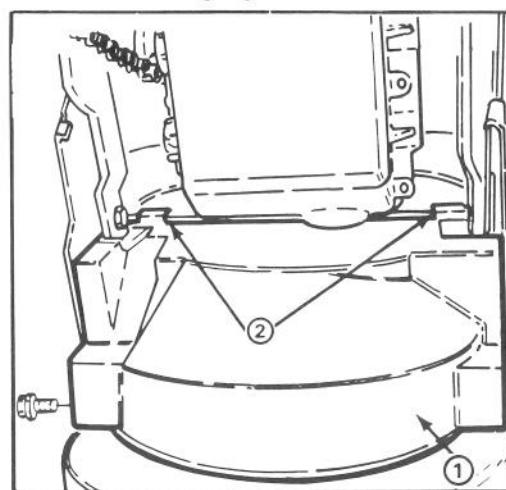

Abbildung 2
7. Untere Riemenabdeckung mit $2\frac{1}{4}$ -20 x $\frac{1}{2}$ " Kopfschrauben an Unterseite des Räumgetriebegehäuses befestigen (Abb. 2). Sich überzeugen, daß die Riemenabdeckungs-Befestigungszungen hinten am Motorrahmen glied befestigt sind.